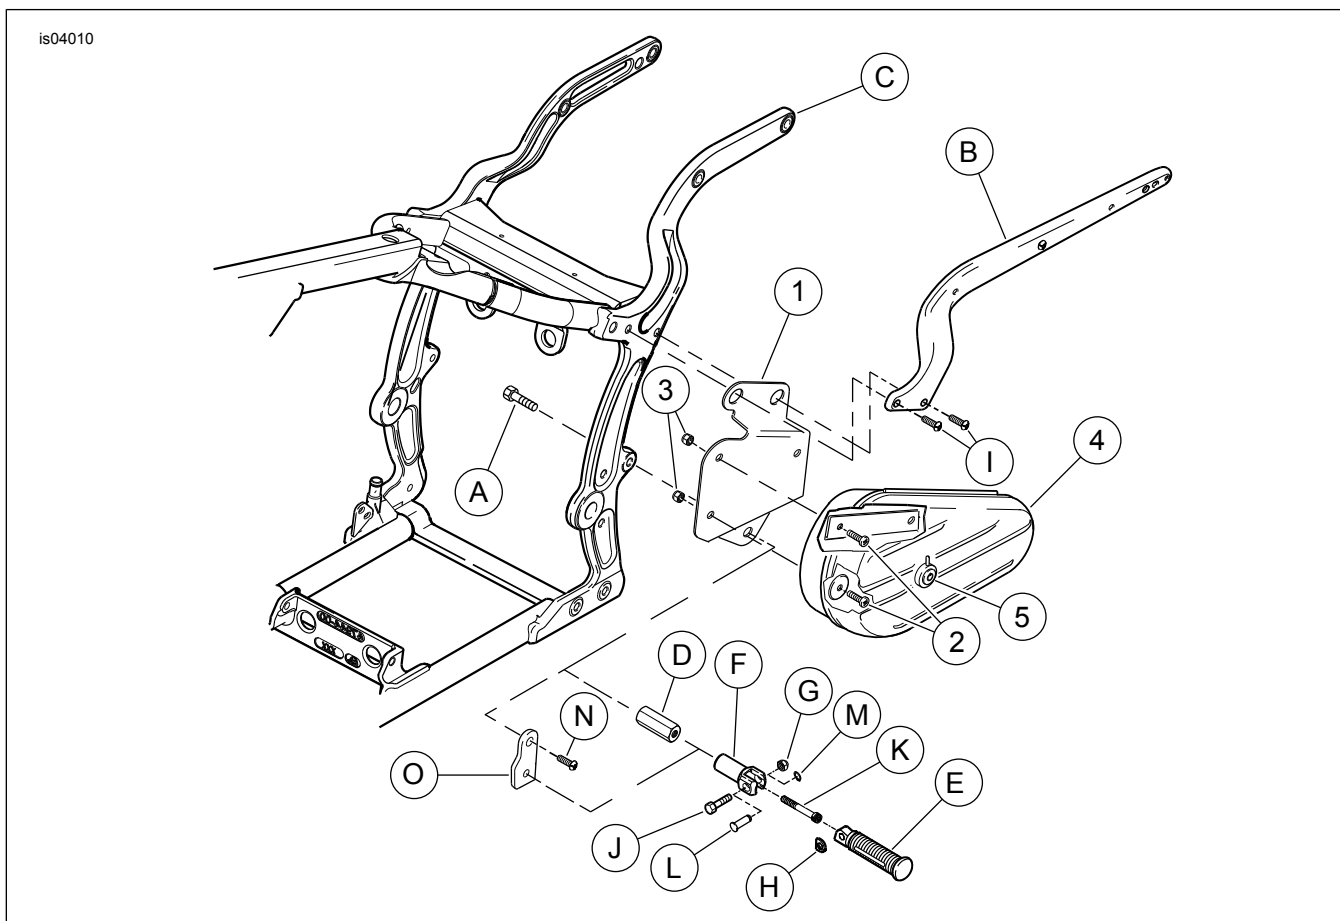

Abbildung 1. Ersatzteile: Werkzeugkasten-Satz, linke Seite
Siehe Abbildung 1 und Tabelle 1.
1. Siehe Abbildung 1. Den Werkzeugkasten (4) mit drei Flachkopfschrauben (2) und Muttern (3) an der Werkzeugkasten-Befestigungshalterung (1) befestigen.
2. Beide Halbrundkopfschrauben (I) entfernen, die die linke hintere Schutzblechstütze (B) am Motorradrahmen (C) sichern. Die Schrauben für den Zusammenbau aufbewahren.
- a. **Für FLSTN-Modelle:** Die Halbrundkopfschraube (N) und die linke Fußrastenhalterung (O), einschließlich daran befestigter Fußrastenstütze (F) und Fußraste (E), entfernen.
- b. **Für alle anderen Modelle:** Sicherungsmutter (G), Sechskantschraube (J), Federscheibe (H) und Fußraste (E) ausbauen. Die Innensechskantschraube (K) ausbauen, mit der die Fußrastenstütze (F) am Rahmen (C) befestigt ist.
5. Die Oberseite der Befestigungshalterung (1) zwischen die hintere Schutzblechstütze (B) und den Rahmen (C) schieben. Die oberen Bohrungen in der Halterung mit den Löchern in der Schutzblechstütze ausrichten. Das untere Halterungsloch mit dem Fußrastenbefestigungsloch im Rahmen ausrichten. Die zwei Schrauben (I), die in Schritt 2 entfernt wurden, in die Schutzblechstütze einbauen. Die Schrauben zu diesem Zeitpunkt nicht anziehen.